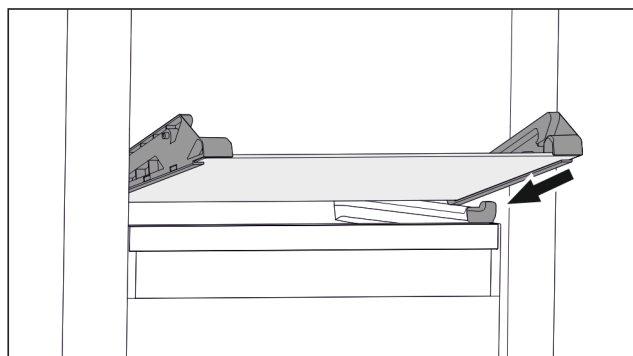

Fig. 36 Płyta szklana szuflady odchylanej
- ▶ Założyć płytę szklaną pod skosem za stoperami. (patrz Fig. 36)